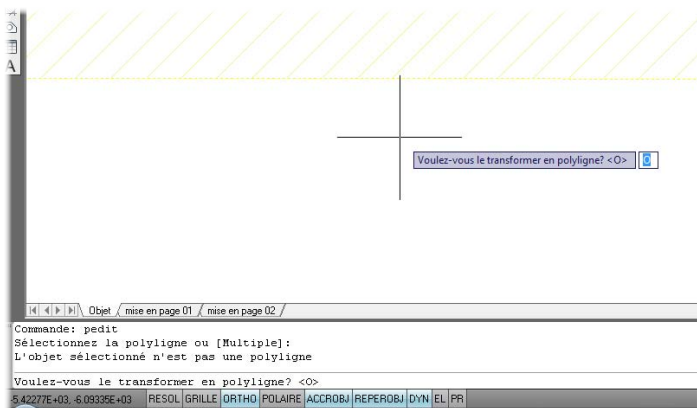

Figure 3.23
- Une fois la ligne sélectionnée, AutoCAD demande si vous voulez la transformer en polyligne (voir Figure 3.23). Tapez **O** (pour *oui*).